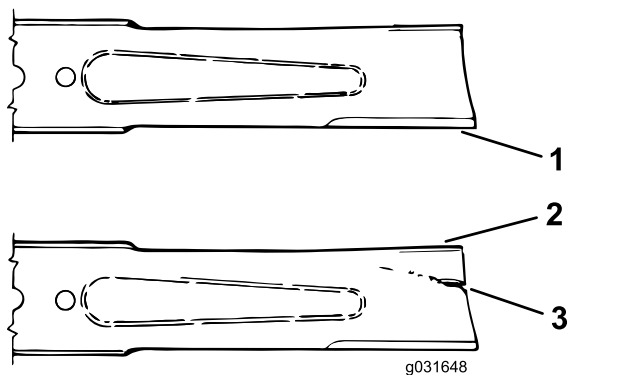

図 71
3. ブレードの切っ先を注意深く観察、特に、直線部と曲線部が交わる部分をよく観察する **図 71**。